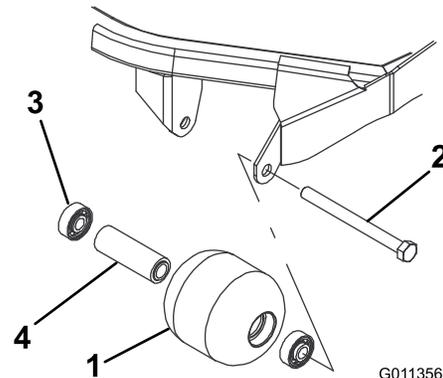

Figure 20
1. Retirez le boulon de fixation du galet (Figure 20).
4. Vérifiez l'état du logement des roulements, des roulements et de la douille d'écartement (Figure 20) Remplacez tout composant endommagé et procédez au remontage.
1. Enfoncez le premier roulement dans le logement à la presse (Figure 20). Exercez la pression uniquement sur la bague extérieure ou uniformément sur les bagues intérieure et extérieure.
2. Insérez l'entretoise (Figure 20).
3. Enfoncez le second roulement dans le logement à la presse (Figure 20). Exercez une pression uniforme sur les bagues intérieure et extérieure jusqu'à ce que la bague intérieure rencontre la douille d'écartement.